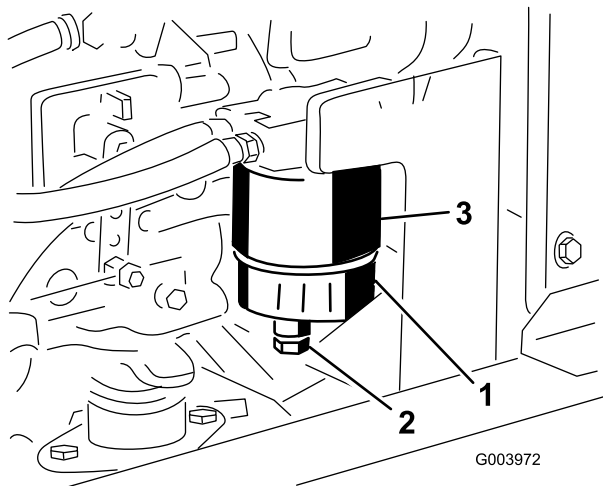

Figura 63
Spurgate ogni giorno l'acqua e altre sostanze contaminanti dal filtro carburante/separatore di condensa (Figura 63).
2. Allentate il tappo di spurgo situato nella parte inferiore della scatola del filtro e lasciate che si spurghi (Figura 63).
Sostituite la scatola del filtro (Figura 63) ogni 400 ore di servizio.
1. Pulite la superficie circostante la scatola del filtro (Figura 63).